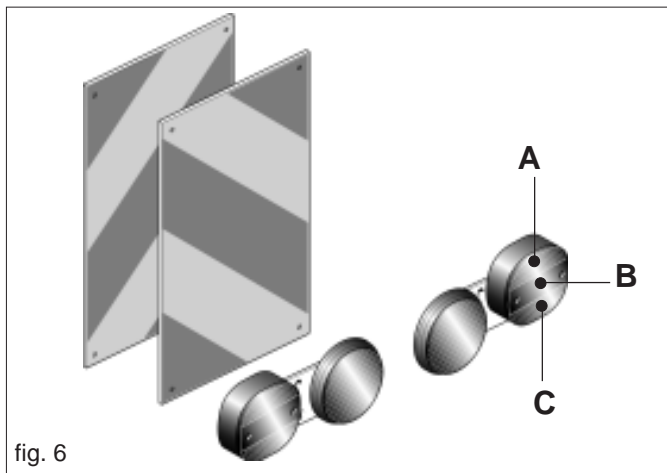

fig. 6
- 37) Wenn die geschleppten oder an dem Schlepper angebrachten Ausrüstungen und Geräte die Sichtbarkeit der Signalisierungs- und Beleuchtungsrichtungen des Schleppers verdecken, müssen diese Vorrichtungen auch an den Ausrüstungen angebracht werden, wobei die Vorschriften der im jeweiligen Anwendungsland geltenden Straßenverkehrsordnung zu beachten sind. Beim Gebrauch ist zu kontrollieren, daß die Anlage einwandfrei funktioniert. Nachstehend wird die korrekte Sequenz der Leuchten angegeben (Abb. 6):